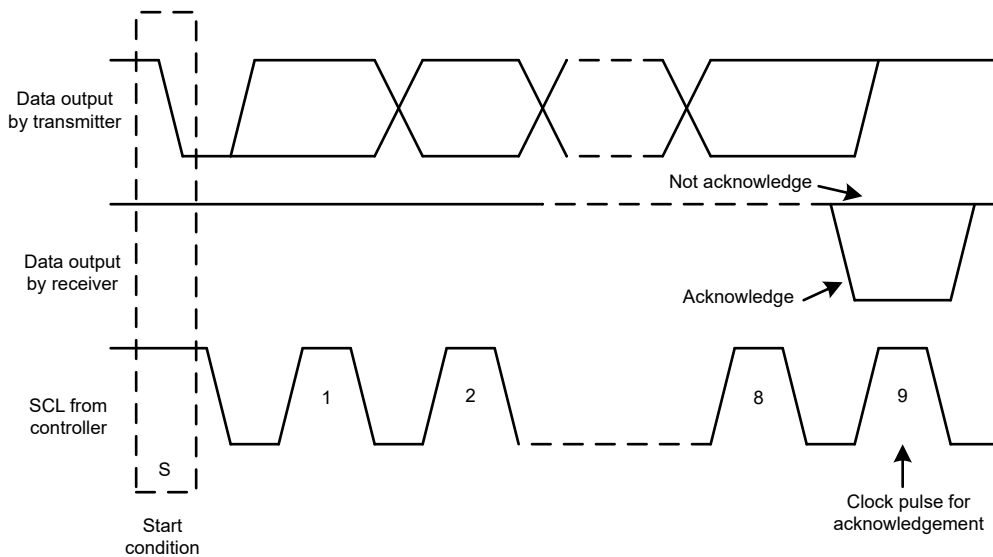
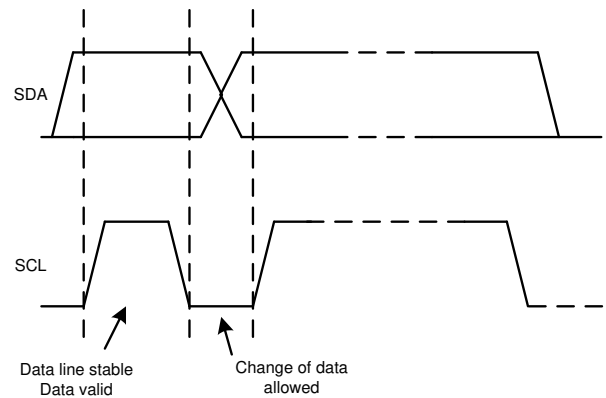

图 6-19. I²C 总线上的确认和非确认
图 6-21. 在 I²C 总线上的位传输
除了特定的时序信号外, I²C 接口还使用串行字节。在每个字节结束时, 第九个时钟周期产生并检测确认信号。确认是指 SDA 线在第九个时钟周期的高电平期间被拉低。图 6-19 所示为非确认, 是指 SDA 线在第九个时钟周期的高电平期间保持高电平。
2. 控制器随后产生 SCL 脉冲，并在 SDA 线上发送 7 位地址和读取/写入方向位 ($R\bar{W}$)。在所有传输期间，控制器确保数据有效。图 6-21 显示，有效数据条件要求 SDA 线在时钟脉冲的整个高电平期间保持稳定。所有器件都识别控制器发送的地址，并将其与相应内部固定地址进行比较。只有具有匹配地址的目标器件才会通过在第 9 个 SCL 周期的整个高电平期间拉低 SDA 线来生成确认 (另请参阅图 6-19)。当控制器检测到此确认时，则表示与目标的通信链路已建立。